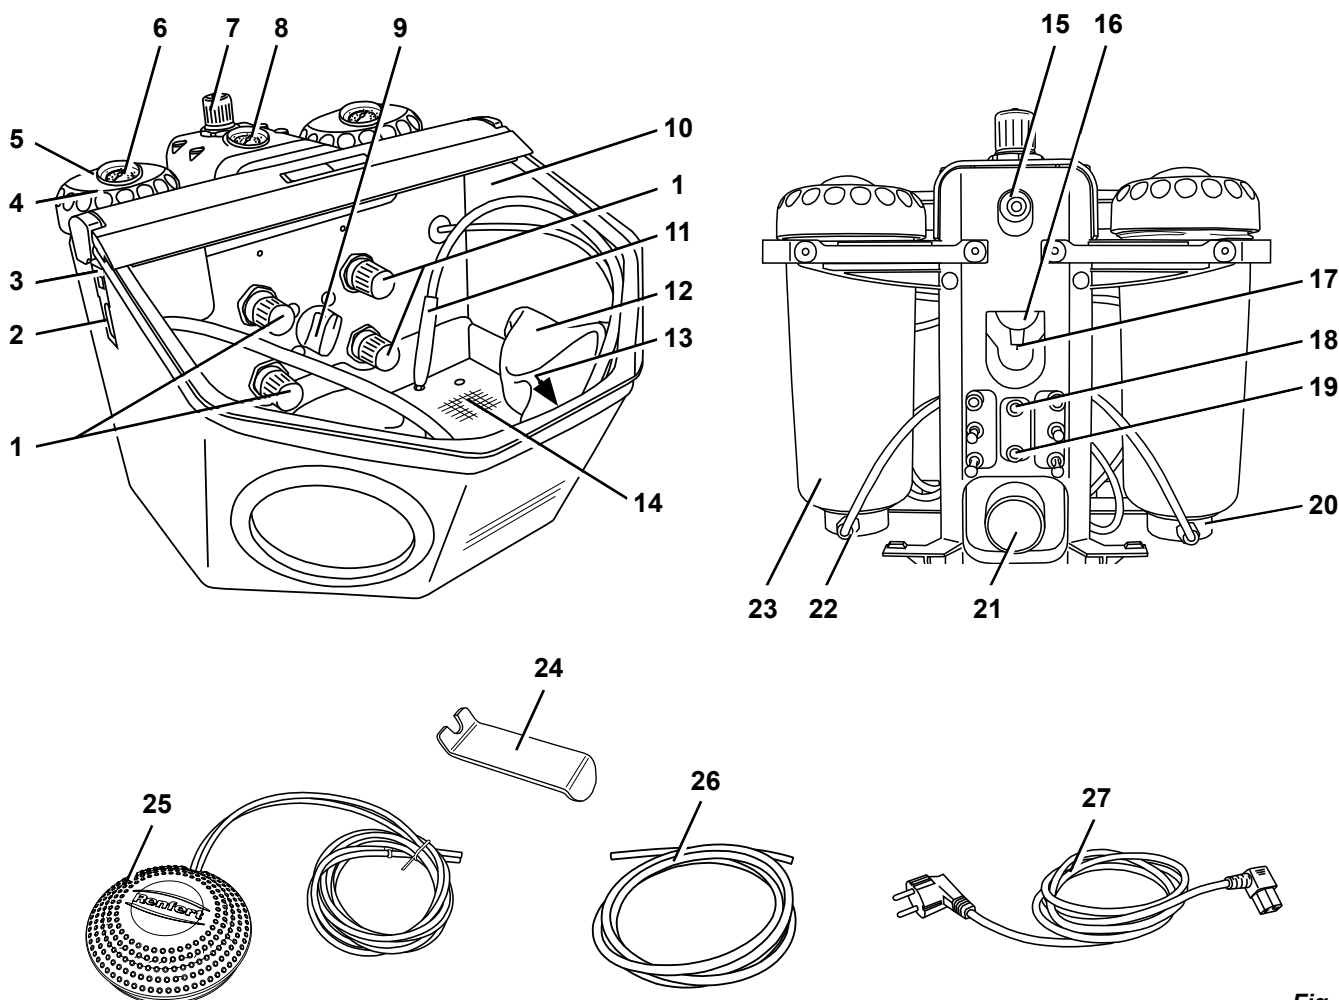

Fig. 1
- Innestare il tubo dell'aria compressa (26) nell'apposito raccordo (15) fino alla battuta. Nel far ciò è necessario superare una percepibile leggera resistenza.
- Verificare che la pressione di alimentazione sia nel campo di valori richiesto (vedi dati tecnici). Il valore è indicato sul manometro (8, Fig. 1).